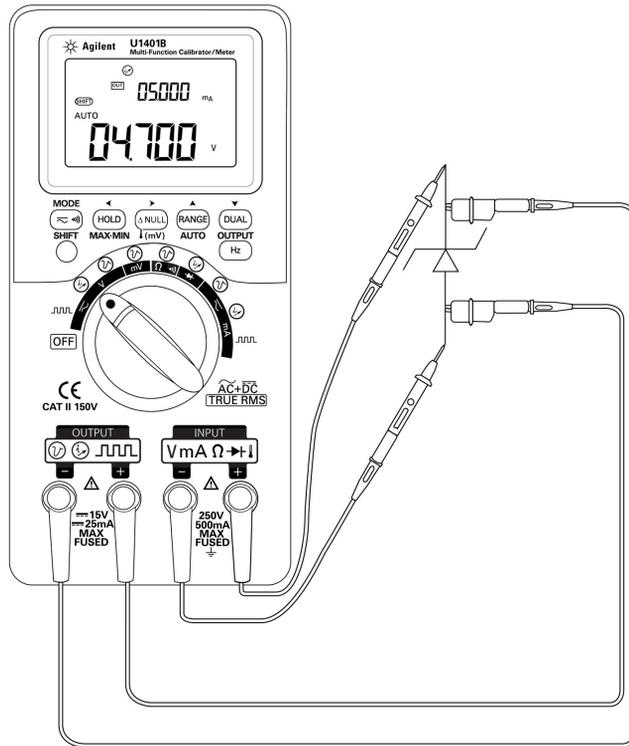

Figura 5-5 Test dei diodi Zener
- 2 Collegare il puntale a coccodrillo rosso tra il terminale di uscita positivo e il lato positivo (anodo) del diodo Zener. Vedere la Figura 5-5 a pagina 95.